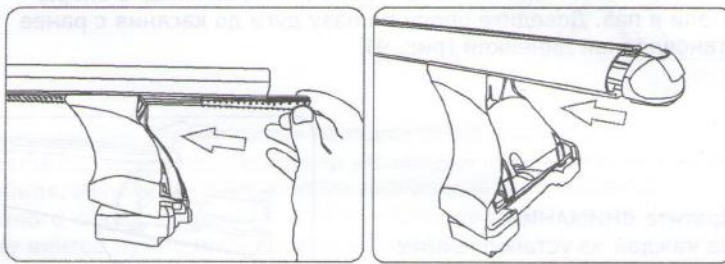

рис. 12
1.2.9 Установите в пазы оставшиеся соответствующие части линеек. На торцы дуг установите заглушки, входящие в комплект дуг (рис. 12).